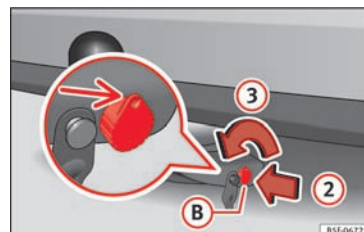

Fig. 227 Oplåsning af lås
- Stik nøglen (B) ind i låsen i pilens retning ② » Fig. 227.
- Drej nøglen i pilens retning ③, så den del af nøglen, hvori der er et hul, vender opad. »